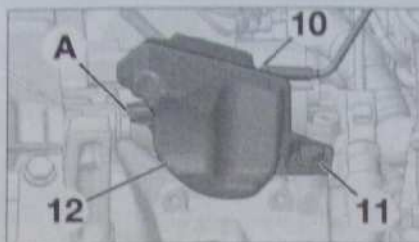

Fig. 13
- Désaccoupler et écarter le tuyau de la réserve de vide (10) (Fig.13).
- Déposer la vis (11).
- Dégrafer la réserve de vide (12) en (A).